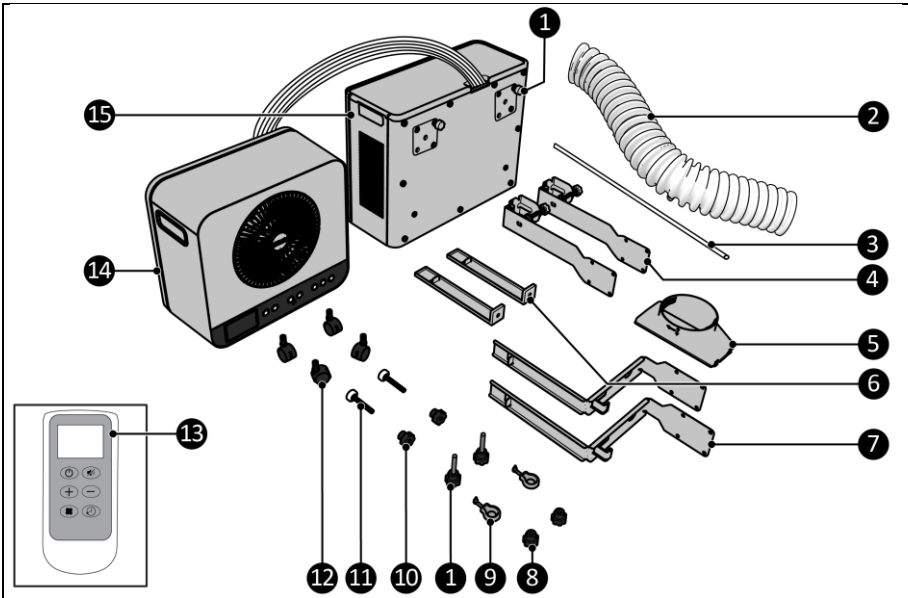
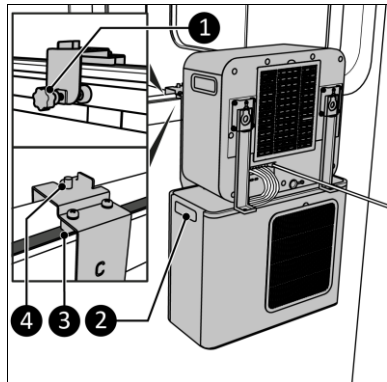
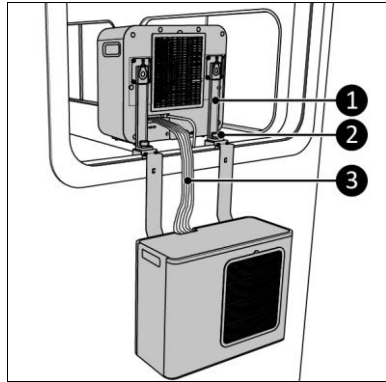

Abbildung 2
Abbildung 9
Abbildung 10
Bei diesem EUROM-Gerät handelt es sich um eine benutzerfreundliche tragbare Wohnwagen- und Heimklimaanlage (Abbildung 2). Es ist für den Einsatz im Wohnwagen oder Wohnmobil sowie für den Innenbereich zu Hause geeignet. Das Gerät sorgt für kontinuierliche Kühlung und erzeugt Kondenswasser.
9. Platzieren Sie die komplette Einheit an den seitlichen Griffen des Außengeräts (Abbildung 9, Pos. 2) im Fenster. Stellen Sie sicher, dass sich die grauen Blöcke (Abbildung 9, Pos. 3) in der Fensterdichtung befinden.
10. Ziehen Sie die Schrauben (Abbildung 9, Pos. 1) handfest am Wohnwagen an.
11. Stellen Sie sicher, dass die Schraubkappen (Abbildung 2, Pos. 8) in Reichweite der Gewinde an der Halterung (Abbildung 9, Pos.4) liegen.
12. Heben Sie das Innengerät durch das Fenster und platzieren Sie die Haken (Abbildung 10, Pos. 1) am Gewindeende (Abbildung 10, Pos. 2).
13. Schrauben Sie die Schraubkappen (Abbildung 2, Pos. 8) auf die Gewinde (Abbildung 10, Pos. 2).
15. Der Kältemittelschlauch (Abbildung 10, Pos. 3) wird zwischen Innen- und Außengerät geführt. Vermeiden Sie es, den Kältemittelschlauch in kleineren Biegungen als 30 mm zu biegen.